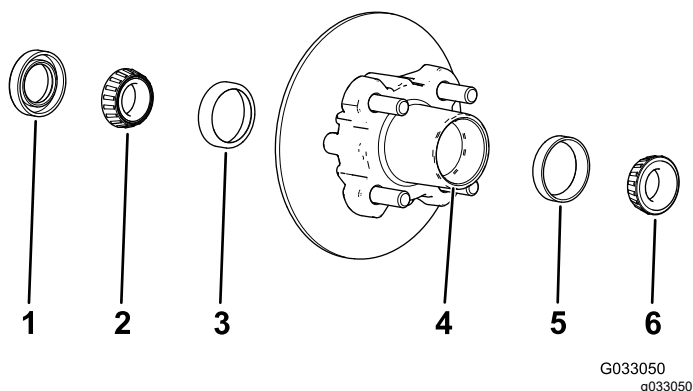

Figura 28
1. Rimuovete il cuscinetto esterno e il relativo anello dal mozzo (Figura 28).
2. Rimuovete la guarnizione e il cuscinetto interno dal mozzo (Figura 28).
5. Pulite la cavità del mozzo da tutto il grasso, la sporcizia e i detriti (Figura 28).
7. Riempite la cavità del mozzo per il 50–80% di grasso specificato (Figura 28).
8. Montate il cuscinetto interno sull'anello sul lato interno del mozzo e montate la guarnizione (Figura 28).